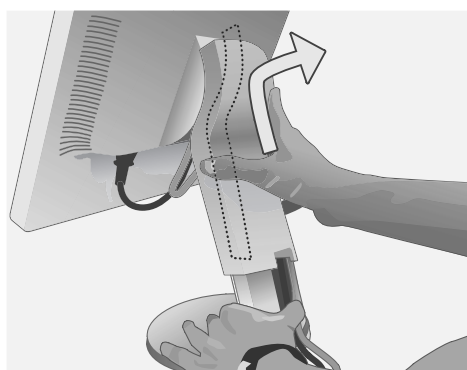

Рисунок S.1
1. Возьмите монитор с двух сторон и установите его в самое верхнее положение. Снимите крышку кабельного отсека (**Рисунок S.1**).